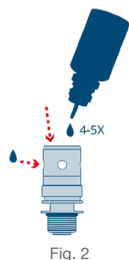

Fig. 2
- Amorçez la résistance avant de l'installer en versant 5 ou 6 gouttes de e-liquide directement au centre de celle-ci (Fig. 2).